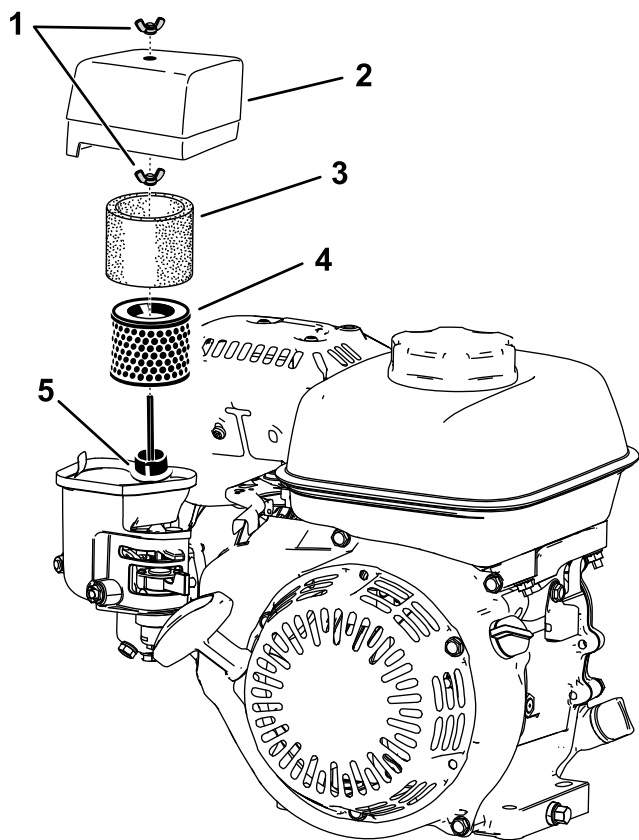

Figura 31
- Îndepărtați piulia fluture care fixează capacul filtrului de aer (Figura 31).